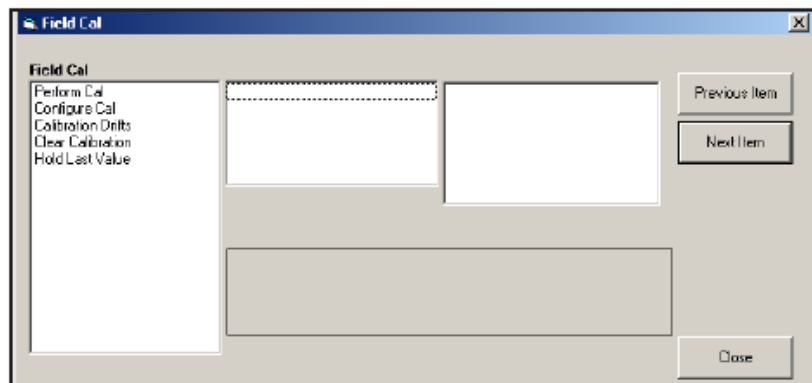

図 D-9 Field Cal ウィンドウ
5. 特定メニューを開くには、ツリー上のそのメニューをダブルクリックします。たとえば、Field Cal メニューをダブルクリックすると、下記の図 D-9 のようなウィンドウが開きます。